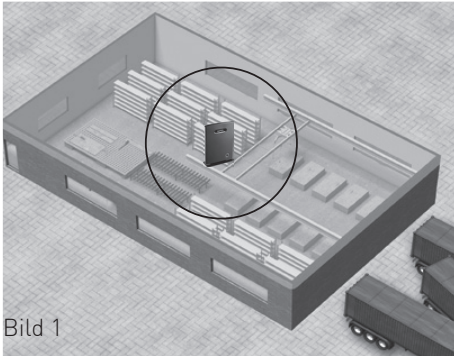

Bild 1
- Zeichnen Sie diesen Bereich auf dem Grundrißplan ein, wie auf Bild 1 dargestellt.